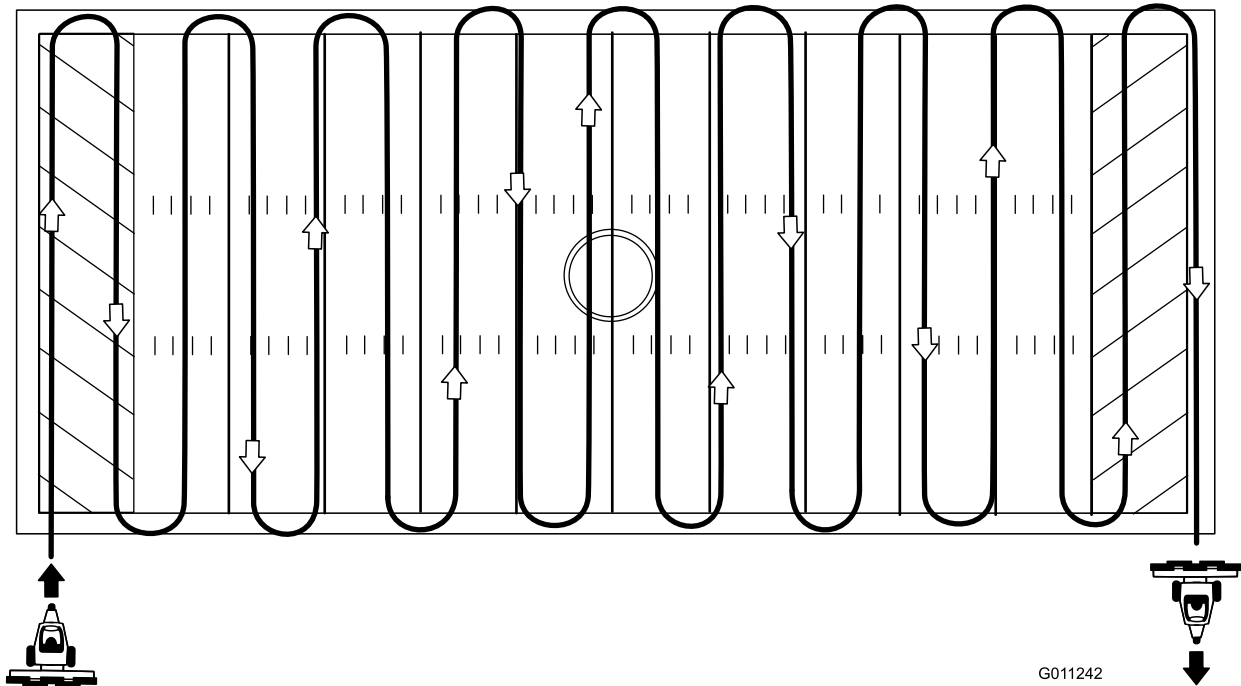

Figure 13
- Le parcours de brosseage recommandé pour les terrains de sports est illustré à la Figure 13.